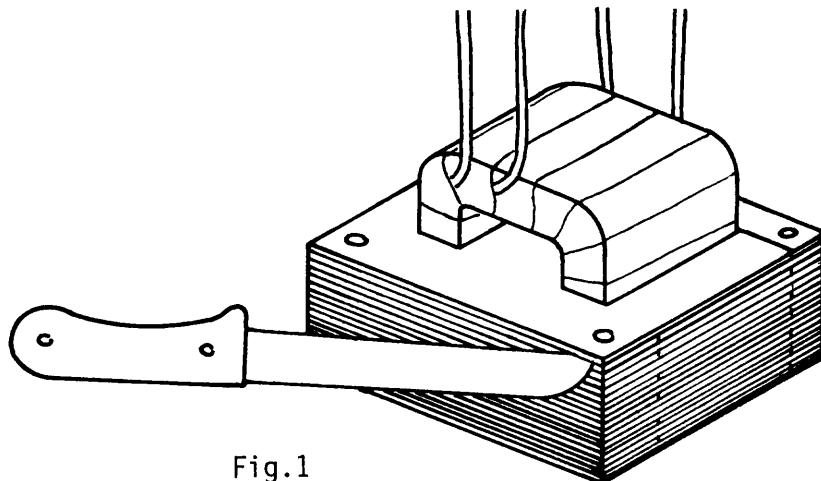

Fig.1
- c Despegue las chapas, utilizando una navaja (fig.1) y retire los suplementos, si los hay.